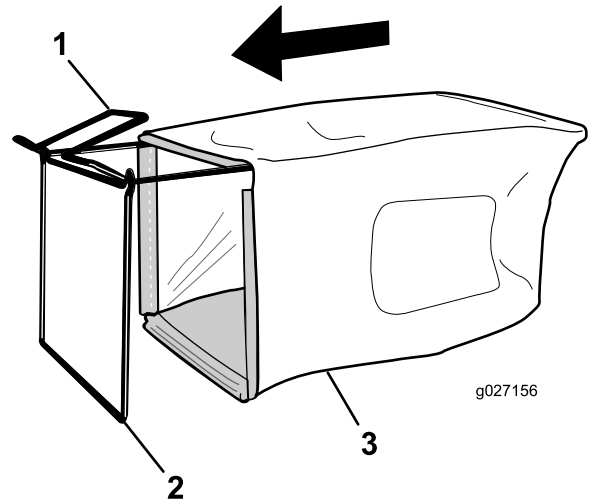

Figura 11
1. Infilate il cesto di raccolta sopra il telaio come illustrato in Figura 11.
Nota: Non infilate il cesto sopra la maniglia (Figura 11).